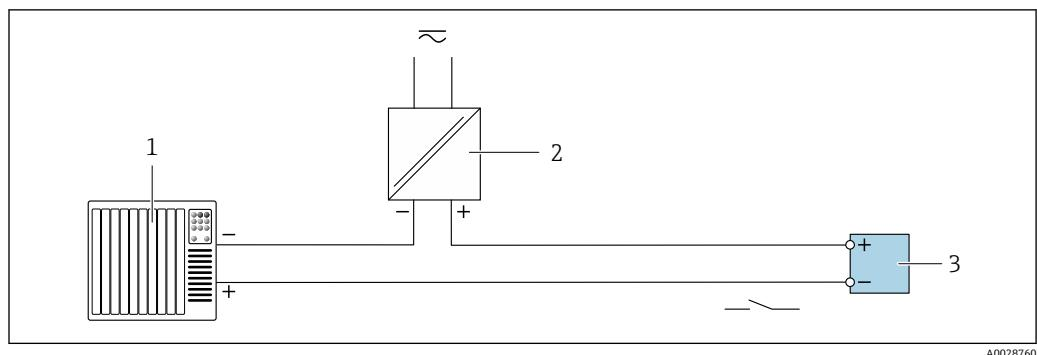

图 19 接线实例：继电器输出（无源信号）
- 3 变送器: 注意输入参数→ 图 19
- 3 变送器：注意输入参数→ 图 19